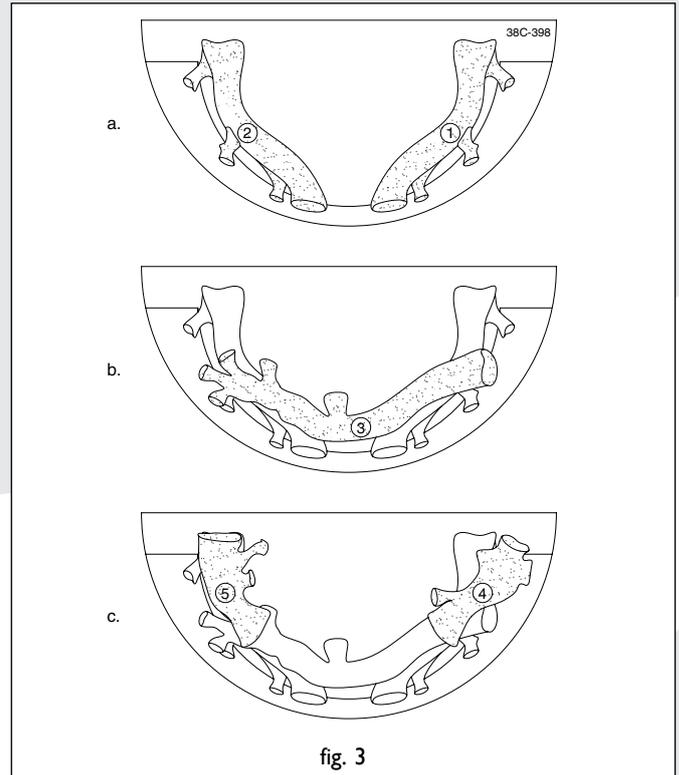

fig. 3
**Installeren van de keramische houtblokken zie fig 3.**